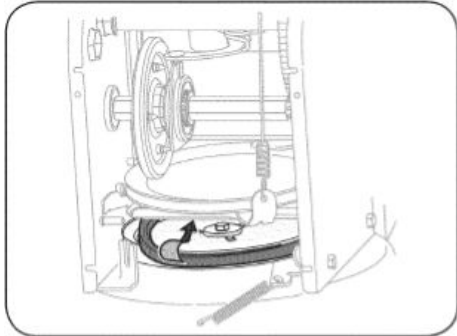

Рис. 26
7. Снимите ремень со шкива шнека и пропустите его между опорным кронштейном и шкивом шнека (См. Рис. 26).